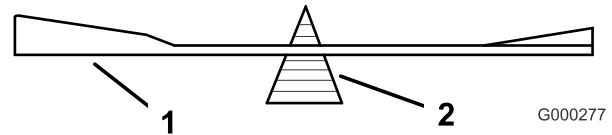

Figura 57
- Verifique el equilibrio de la cuchilla colocándola sobre un equilibrador de cuchillas (Figura 57).
equilibrada, rebaje algo el metal en la parte de la vela solamente (Figura 57). Repita este procedimiento hasta que la cuchilla esté equilibrada.